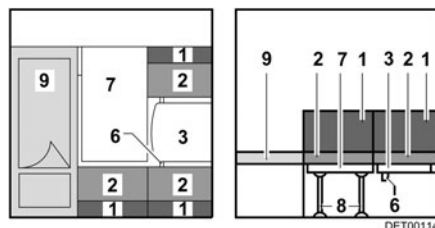

Fig. 75 Pendant la transformation
- suspendre la table dans la baguette de support inférieure (Fig. 75,6) et la déposer sur la barrette.
- Rabattre la planche supplémentaire (Fig. 75,7).
- Placer les pieds de support (Fig. 75,8) dans la planche supplémentaire.
- Poser la planche supplémentaire à côté du lit (Fig. 75,9).